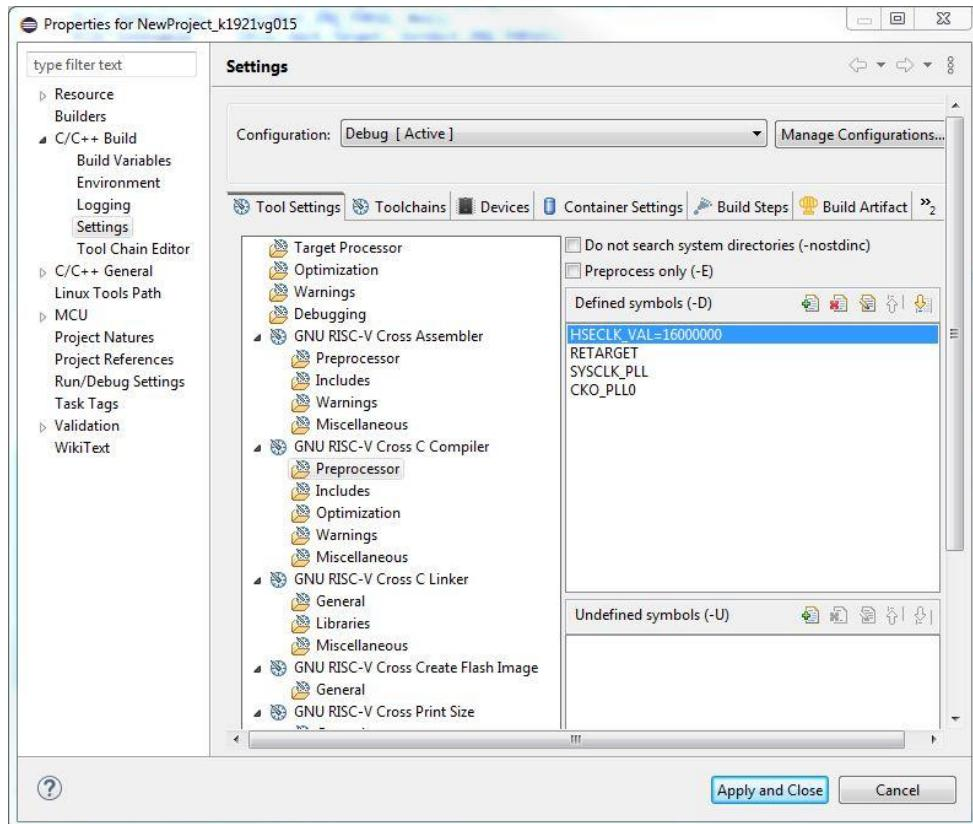

Рисунок 3.25 – Указание директив препроцессора
5. Указать директивы препроцессора (см. рисунок 3.25).
Для удобства работы с примерами можно пользоваться глобальными определениями в настройках каждого проекта (см. рисунок 3.25 «Указание директив препроцессора»). Глобальные определения учитываются в файле `system_k1921vg015.c` (для K1921VG015) при сборке проекта.